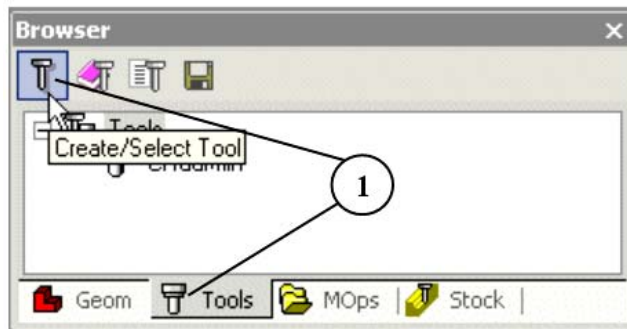

Figura 6. Crearea/selecția unei scule
1. Din meniul **Tools** sau din fereastra **Browser**, eticheta **Tools**, se alege pictograma **Create/Select Tool** (figura 6.).
2. În fereastra **Select/Create Tool** se alege din șirul pictogramelor corespunzătoare diferitelor tipuri de scule **Flat End Mill** (figura 6.).